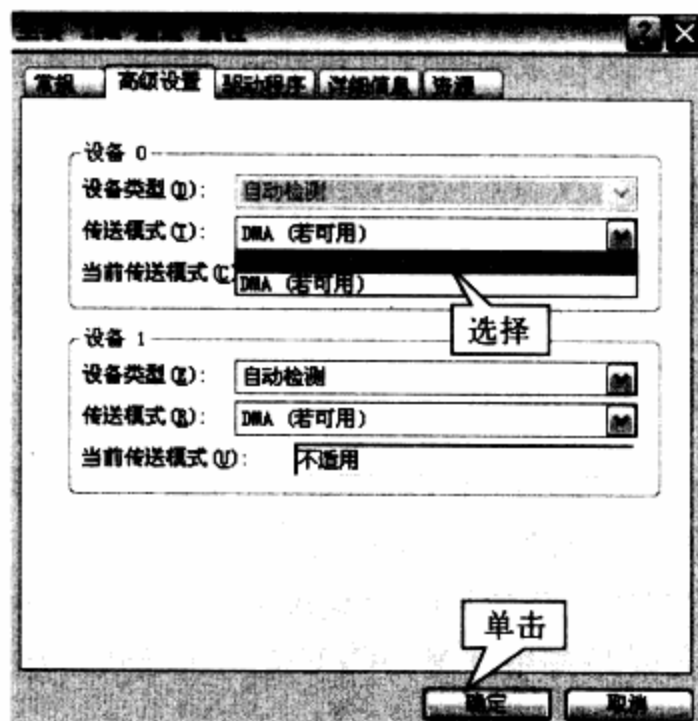

图2-8 “主要IDE通道属性”对话框
**步骤 05** 打开“主要IDE通道属性”对话框，选择“高级设置”选项卡，设置“传送模式”为“仅PIO”模式，单击“确定”按钮即可，如图2-8所示。